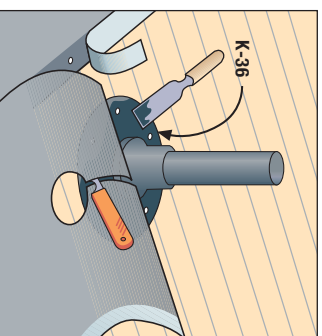

Bild 15
9. För rör m.m. som förts genom taket används elastiska spännring försedda genomgångsbälgar av gummi (**bild 15**), med minst 15 cm breda flänsar. Montera bälgan på plats och spika fast den i flänsen. Skär av TopTite så att dess övre ända når 10-15 cm ovanför genomskärningen, gör ett snitt i TopTites ända och skär ett hål av bälgens storlek. Limma fast vådens ända på flänsen helt och hållet med Tätklister.